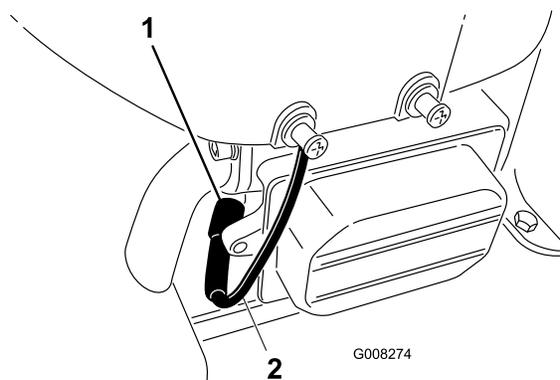

Figure 26
- Débranchez le fil de la bougie (Figure 26).
- Enlevez la bougie et la rondelle métallique (Figure 26).
3. Branchez la bougie (Figure 26).